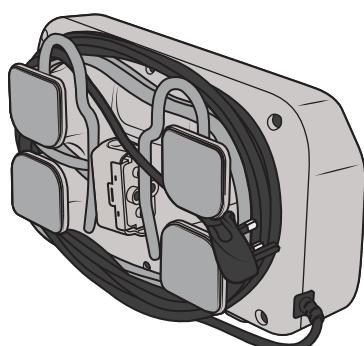

Figura 40
3. Enrolle el cable de alimentación alrededor de los soportes para colgar en el sentido de las agujas del reloj. Consulte la Figura 40